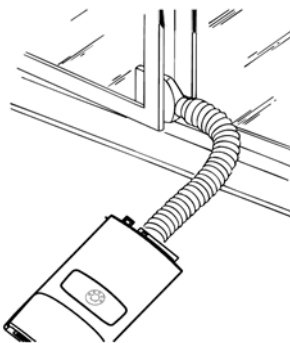

Рисунок 2
2) Устанавливайте кондиционер рядом с окном. Отрегулируйте длину воздуховода, чтобы добраться до окна. Убедитесь, что вытяжному воздуховоду нет препятствий (рисунок 2).